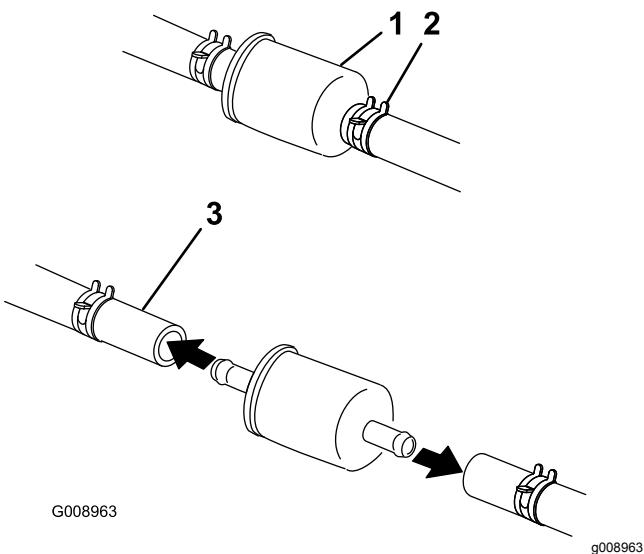

Figura 54
5. Apriete los extremos de las abrazaderas y deslícelas por la manguera alejándolas del filtro (Figura 54).
7. Instale un filtro nuevo y acerque las abrazaderas al filtro (Figura 54).